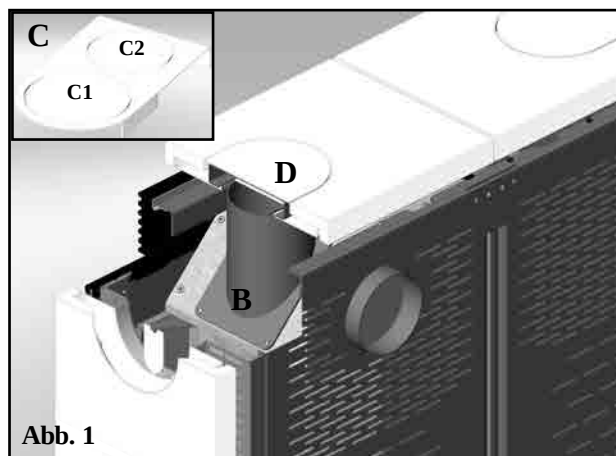
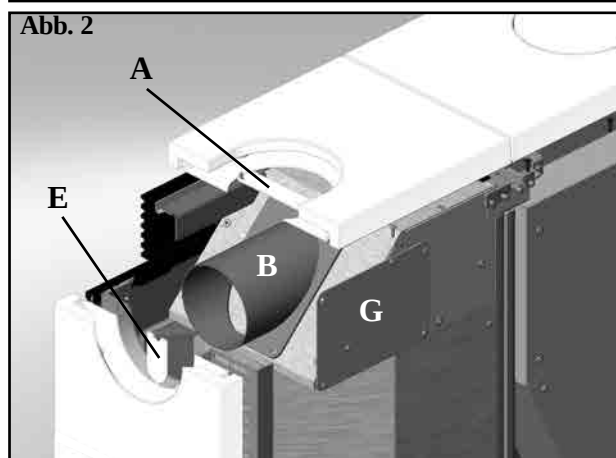
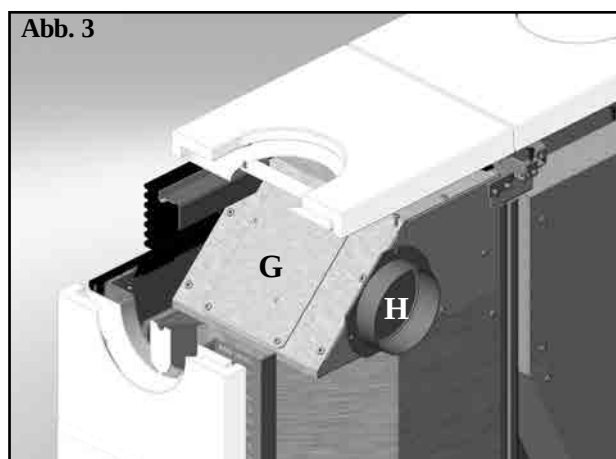

Abb. 1
Abb. 2
Abb. 3
Für den Anschluss ist statt des Deckels ohne Vorstanzung (D - Abb. 1) der separat gelieferte vorgestanzte Deckel (C) zu verwenden und das Einsatzstück zu entfernen.
Aus dem rechten Keramik-Halterungsblech den vorgestanzten Einsatz (A-Abb.2) entfernen und den Verbindungsstutzen befestigen (B - Abb. 1).
Um das Kanalisationsrohr anzuschließen, reicht es, den vorgestanzten Blecheinsatz (E - Abb. 1) aus dem rechten seitlichen Keramik-Halterungsblech zu entfernen und den Verbindungsstutzen (B - Abb. 2) zu befestigen. Das Rohr auf den Verbindungsstutzen (b) aufsetzen, indem es durch die Öffnung in der Keramik gesteckt wird (in diesem Fall wird die Abdeckung aus Keramik nicht verwendet).
Der Ofen kann darüber hinaus für den rückseitigen Ausgang der Kanalisierung konfiguriert werden (Abb. 3). In diesem Fall ist der Deckel auf dem rückwärtigen Ausgang (G - Abb. 2) zu entfernen und in der Position G - Abb. 3 zu befestigen.
Den speziellen Verbindungsstutzen einbauen (H - Abb. 3) und das Kanalisationsrohr aufstecken.
Für den Anschluss reicht es, das (nicht mitgelieferte) Rohr auf den bereits im Ofen eingebauten Muffenkrümmer (G-Abb.5) zu stecken, an den man durch Öffnen der rechten Glastür (Abb. 5) gelangt. Auf dem Krümmer (G) befindet sich ein Inspektionsdeckel (H) für die Reinigung. Im Fall des Ausgangs auf der Oberseite ist statt des Deckels ohne Vorstanzung (D - Abb. 1 auf Seite 121) der vorgestanzte Deckel (C - Abb. 1 auf Seite 121) zu verwenden und das Einsatzstück C2 zu entfernen.